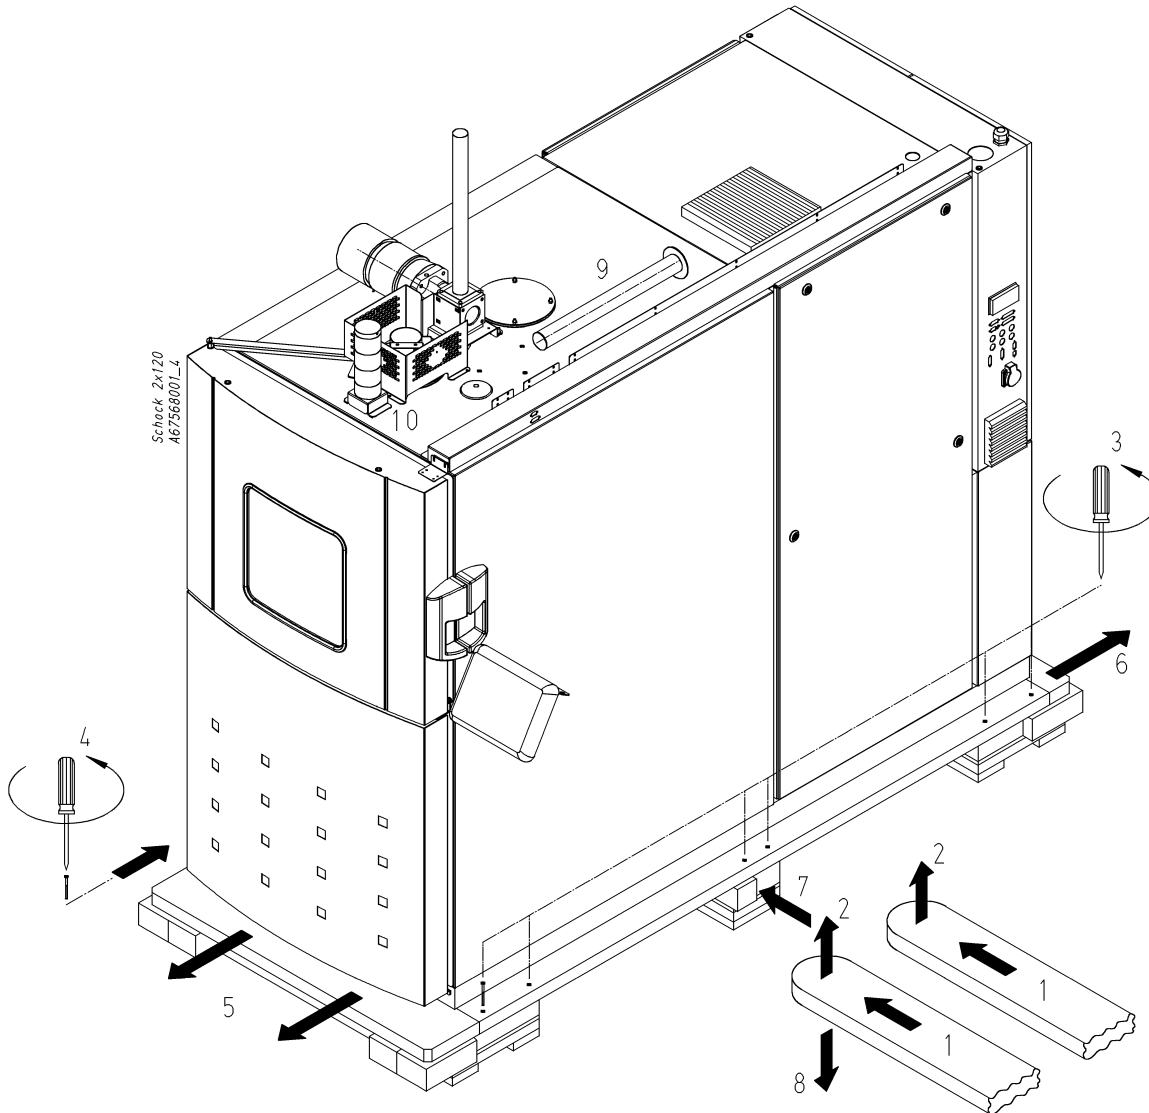

Fig 4-5
- Retirer la palette²⁾ dans l'ordre des numéros de position → Fig 4-5 (page 32).
- Monter le tube de protection (9) de la vis de commande. Pour cela, détacher le tube de protection du plafond de l'enceinte, le débiller et le fixer à l'aide de quatre vis à tête hexagonale sur la vis de commande → 8.4.7 (page 69).
- Détacher les voyants (10) du plafond de l'enceinte, les débiller et les positionner à l'emplacement souhaité sur l'enceinte.